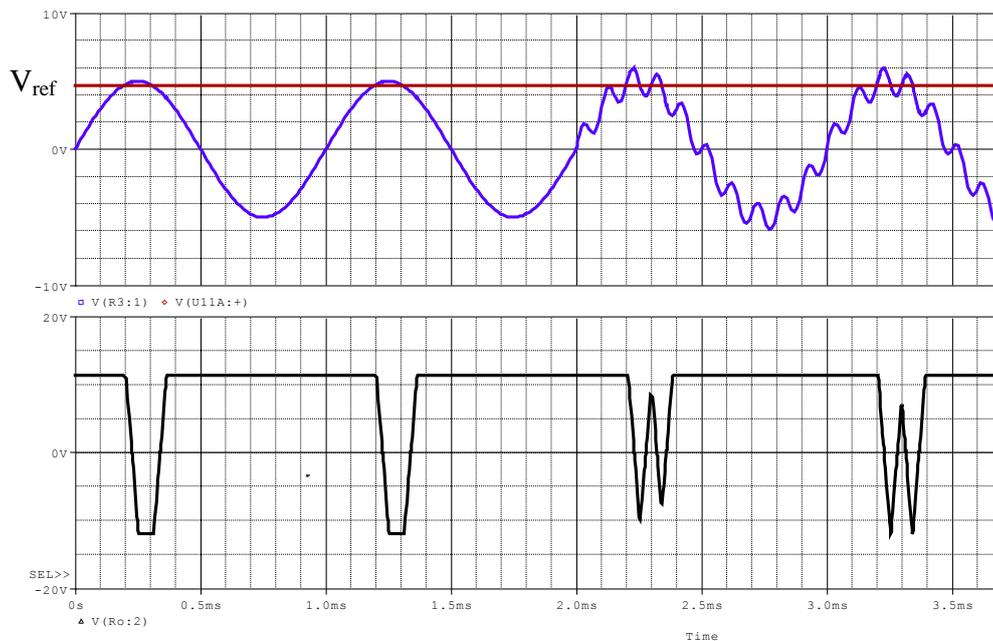
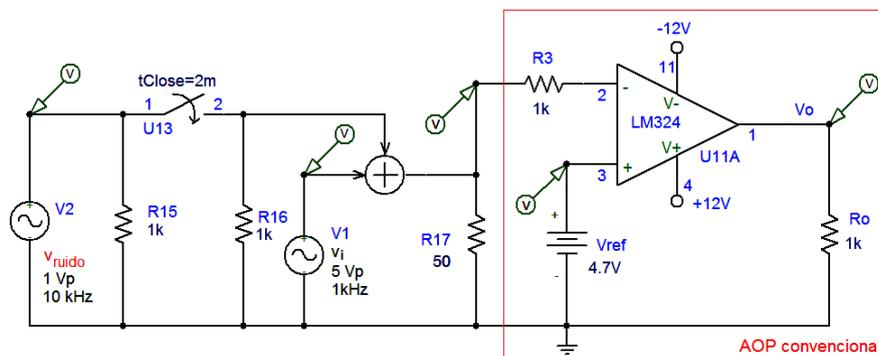

Figura 3 – Resultados de simulação no PSpice para o circuito da Figura 4. Arquivo: LEP_10_q3.sch
Figura 4 – AOP convencional. Influência de um sinal de ruído na resposta de saída.
Questão 3 – As formas de onda da Figura 3 mostram a influência de um sinal de ruído na resposta de um AOP comparador, com a topologia apresentada na Figura 4 (comparador convencional). No instante 2 ms é inserido o ruído de 1 V_p (senoidal) ao sinal de entrada, também senoidal, de 5 V_p.
- Identifique na Figura 3 as comutações indevidas.